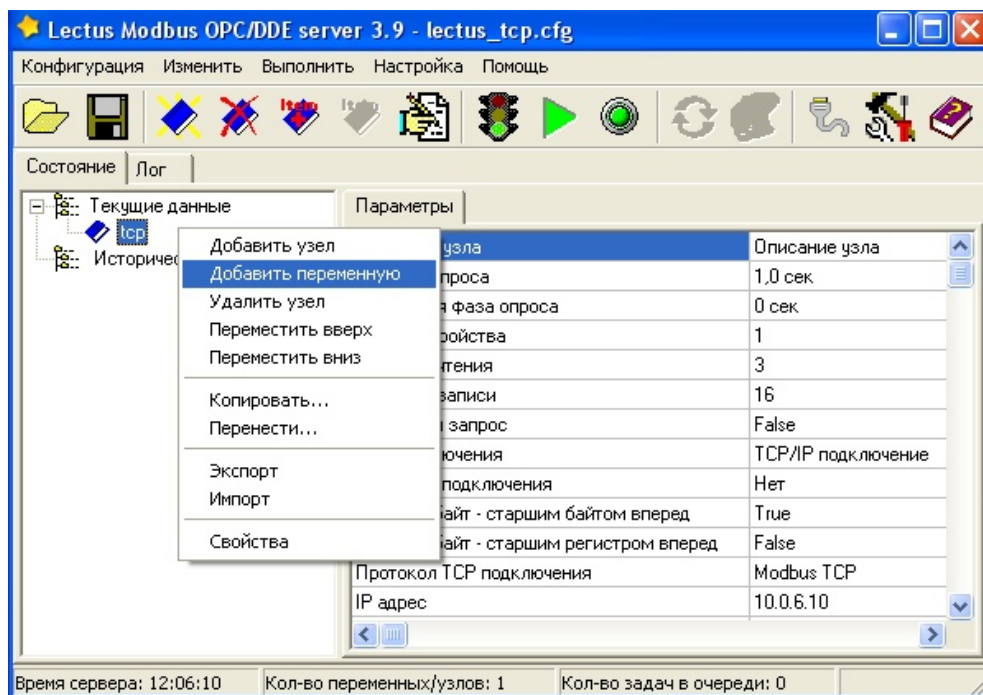

Рис.12 Добавление переменной в OPC
5. После добавления узла, добавить переменные в Modbus-узел (Рис.12).